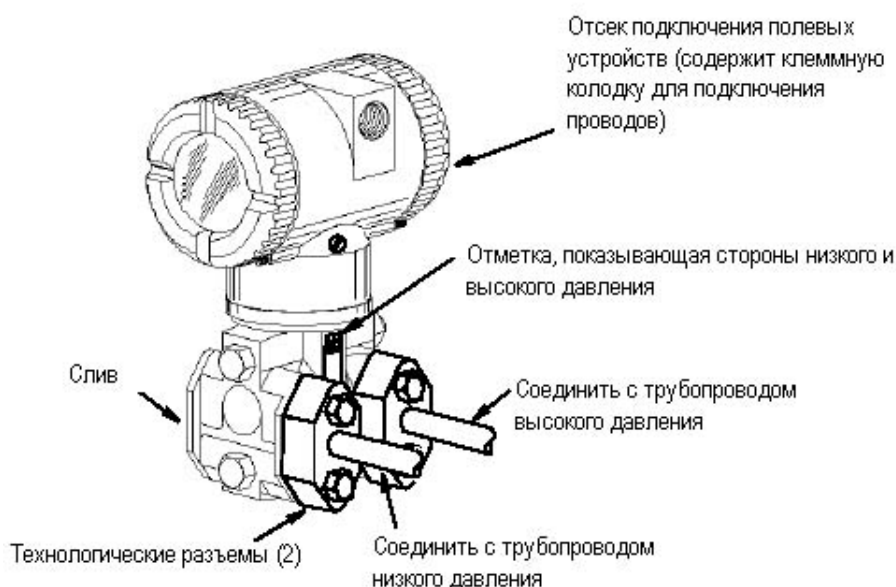
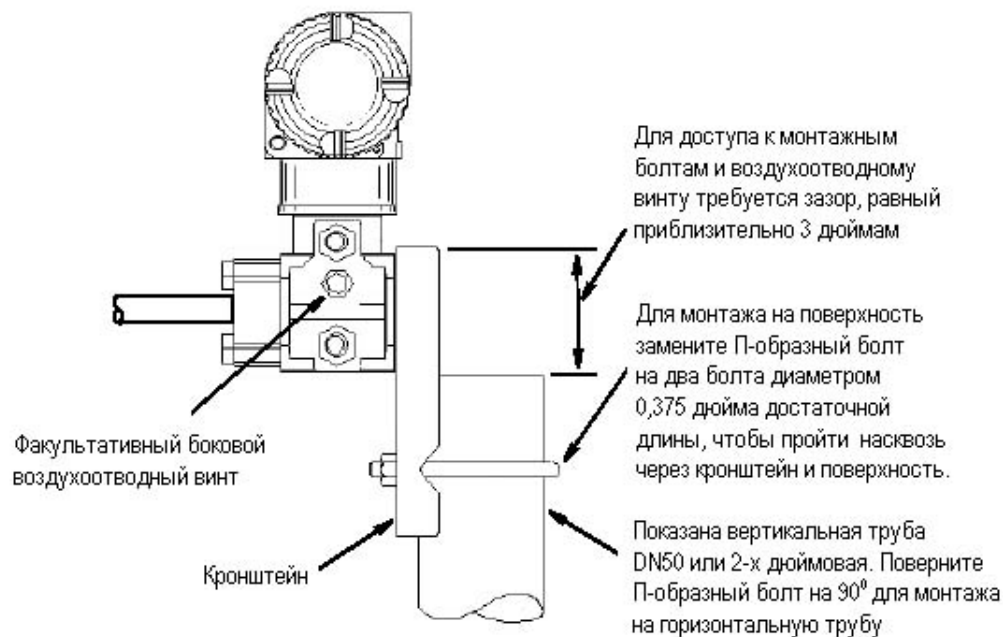

Рис. 6. Датчик разности давлений, установленный на технологическом трубопроводе
Рис.7. Установка датчика разности давлений на трубе или на поверхности
3. Если датчик не будет установлен в вертикальном положении, как показано на рис.6 или рис.7, повторно отрегулируйте нулевой выходной сигнал, чтобы исключить влияние положения датчика на выходной сигнал.
Датчики разности давлений IDP10, IDP25 и IDP50 могут монтироваться на технологическом трубопроводе, как показано на рис.6, или на вертикальной или горизонтальной трубе или поверхности с помощью факультативного монтажного кронштейна, как показано на рис.7. Информация о габаритных размерах представлена в DP 020-446.
На рис.6 показан датчик разности давлений, установленный на технологическом трубопроводе.
Чтобы установить датчик разности давлений на трубе или на поверхности, используйте факультативный монтажный комплект (Опция кода модели -M1 или M2). Как показано на рис.7, закрепите монтажный кронштейн к датчику разности давлений, используя поставляемые две пружинные шайбы и винты. Установите датчик разности давлений с монтажным кронштейном на вертикальную или горизонтальную трубу, DN 50 или 2-х дюймовую трубу. Для монтажа на горизонтальную трубу поверните П-образный болт на 90° по отношению к положению, показанному на рис.7. Монтажный кронштейн также может быть использован для настенного монтажа, при этом кронштейн крепится к стене, используя монтажные отверстия в П-образном болте.